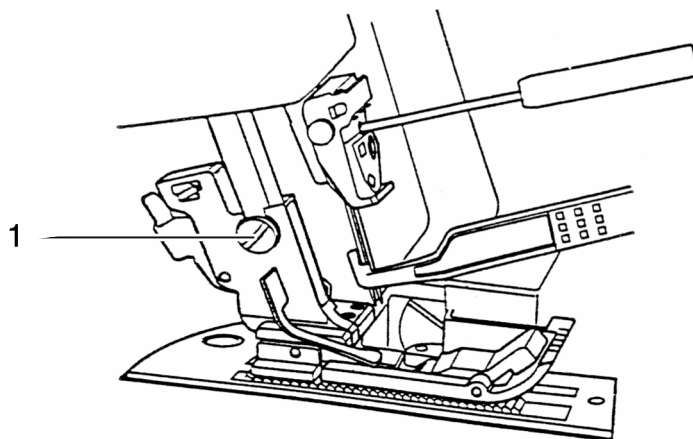

Рис. 1
- Выверните крепежный винт 1 (рис. 1).
Вертикальное расстояние между левой оверлочной иглой и поверхностью игольной пластины должно составлять 10,8 мм, если стержень игловодителя 1 находится в крайней верхней точке (рис. 1).